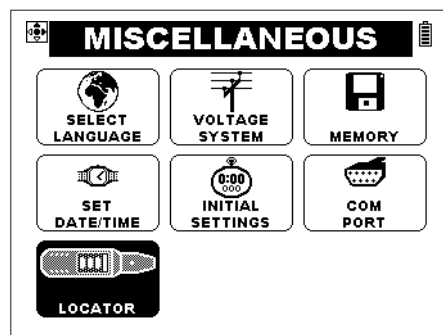

Abb. 5.44: Leitungssucher
- ❑ Schließen Sie die Prüfleitungen an die zu prüfende Anlage an (siehe *Abb. 5.44 und 5.46*).